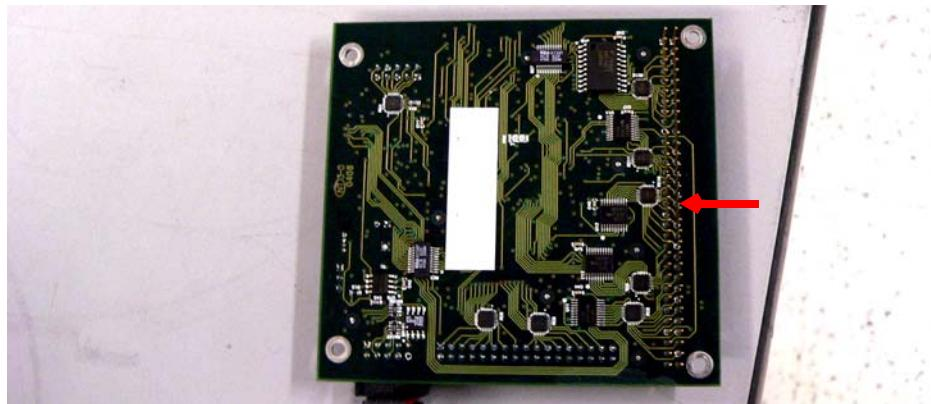

图 B-30 下方针脚
7. 轻轻地向上提起电路板，以免损坏下方针脚（图 B-30）。
8. 放下新的电路板时仔细对齐针脚，如图 B-30 所示。